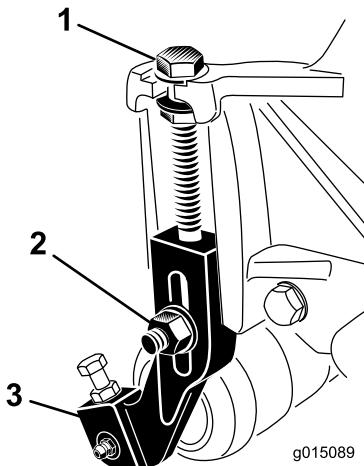

Figura 18
- Allentate i dadi di bloccaggio che fissano i bracci di regolazione dell'altezza di taglio sulle piastre laterali dell'apparato di taglio (Figura 18).